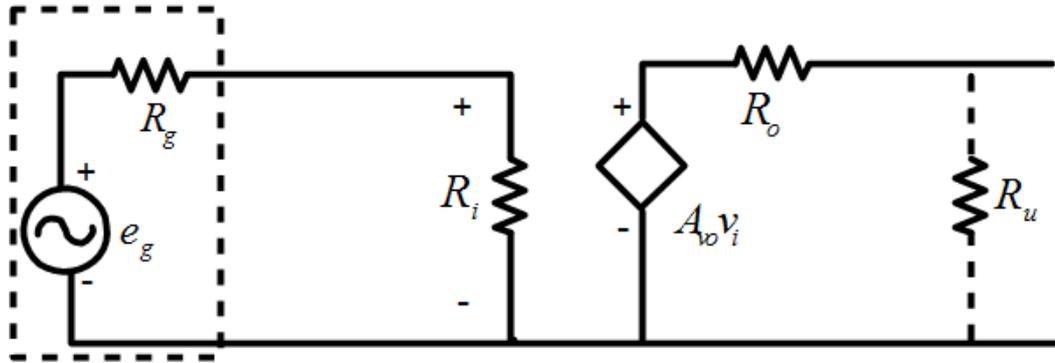

Fig.8 : Schéma équivalent de l'amplificateur
2. Déterminer les expressions des éléments du montage amplificateur équivalent à l'étage EC dans la bande passante² (cf. fig.8) (résistance d'entrée R_i , résistance de sortie R_o , gain en tension à vide A_{vo}) :